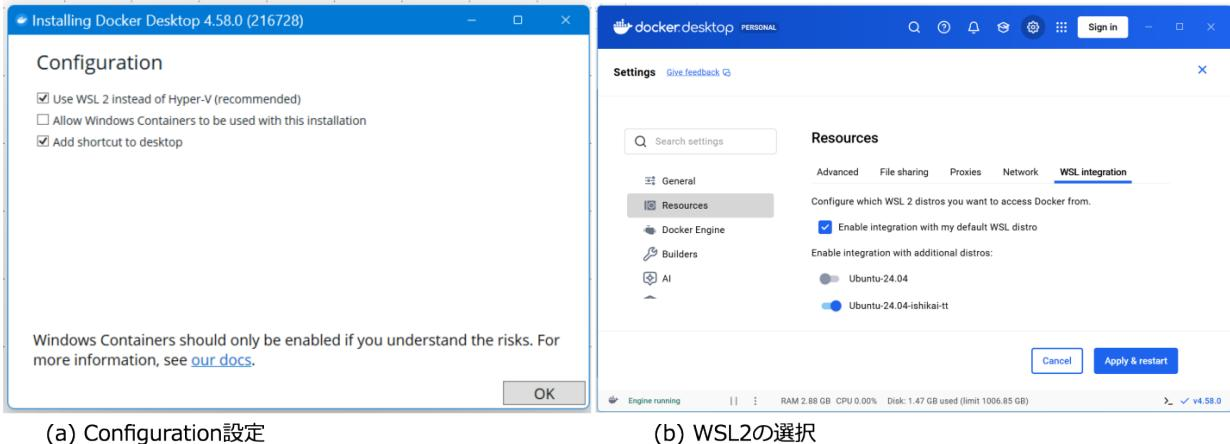

図 2.6: Docker desktop for Windows のインストール
2. **Configuration 設定** の画面で、図 2.6(a) に示すようにチェックを入れて OK を押します。
6. アプリ Docker Desktop を起動してください。図 2.6(b) に示す画面上部の歯車型のボタンを押してください。Resources 画面の中で WSL integration を選択して、LibreLane ツールを立ち上げる WSL2 環境を選択してください。その後、PC を再起動します。